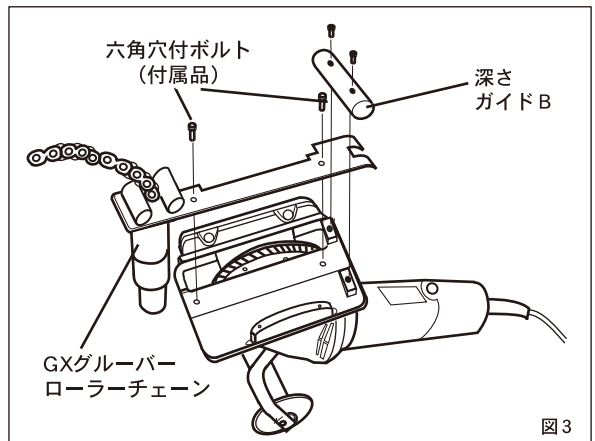

図3
GXグルーバー溝切機 (GXG-105) への取付け (図3)
- ①GXグルーバー溝切機の深さガイドBを取り外してください。
- ②GXグルーバーローラーチェーンを図3の位置に取付け、付属の2本の六角穴付きボルトでしっかりと固定してください。
- ③深さガイドBを再度もとの位置に取付けてください。